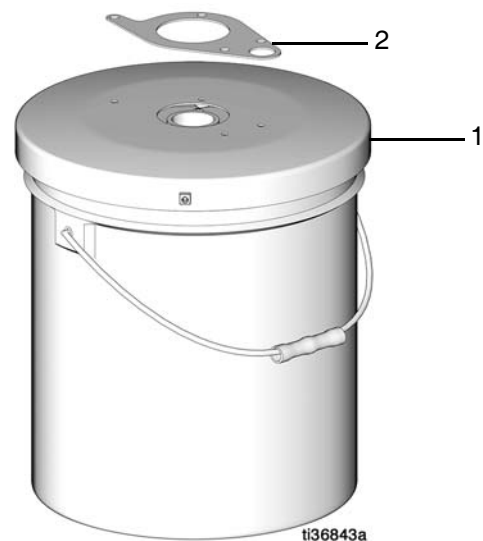

FIG. 7
7. Placer le joint d'étanchéité (2) par-dessus le centre du couvercle de fût (1) et aligner les orifices (FIG. 7).